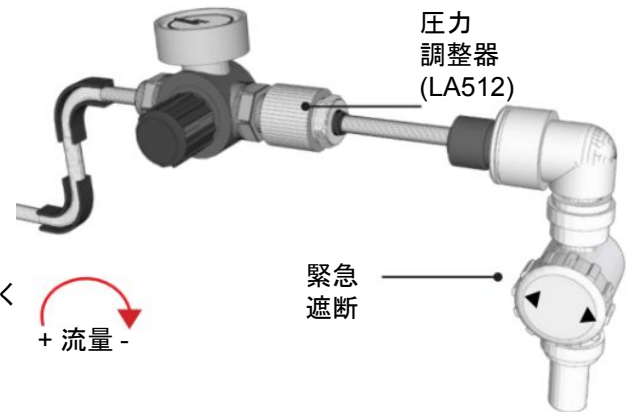

図1
4. 圧力調整器の圧力を低下させるダイヤルを反時計回りに回して0 barにする。(図1)